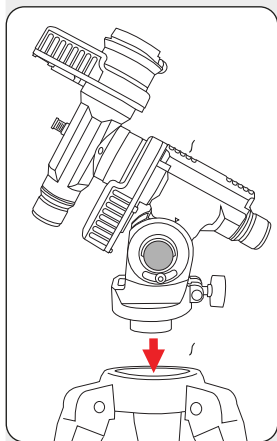

Fig. 9: Montierungskopf aufsetzen
7.1. TEILEÜBERSICHT DER MONTIERUNG (FIG. 9)
- (14) Montierungskopf mit Aufnahmekranz (14a)
- (15) Dosenlibelle
- (16) Breitengradeinstellschraube mit Breitengradskala (16a)
- (17) RA-Klemmung
- (18) Ein/Aus-Schalter
- (19) Anschluss-Panel (Details: siehe 11.)
- (20) Klemmschraube für die Tubusschiene
- (21) Schwalbenschwanzführung für die Tubusschiene
- (22) Polsucheröffnung mit Verschlussstopfen (22a)
- (23) DEC-Klemmung mit Innengewinde (23a)
2. Setzen Sie den Montierungskopf (14) mit dem Aufnahmekranz (14a) in die Aufnahmeöffnung (1a) des Stativkopfs ein und halten Sie ihn mit einer Hand fest (Fig. 9).